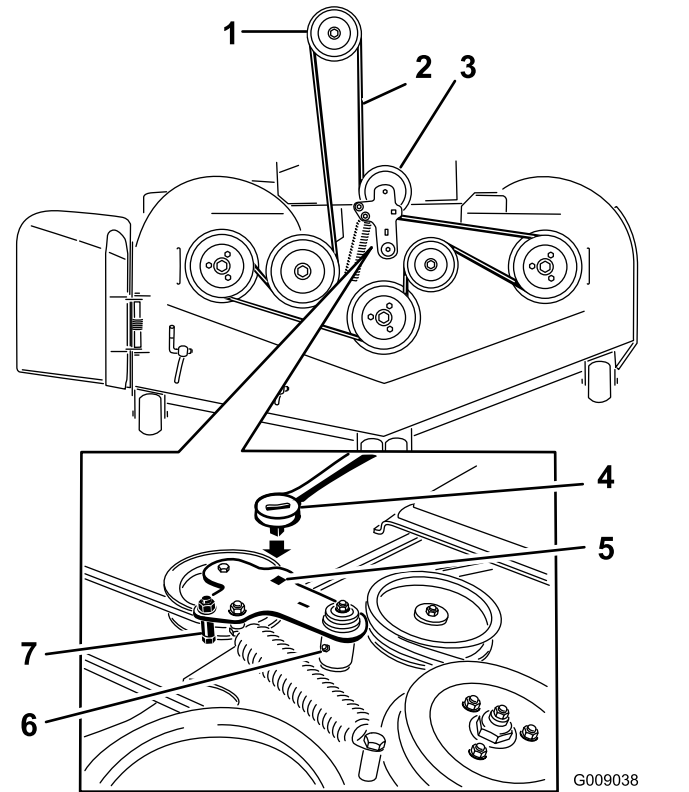

Figura 87
7. Utilice una llave de carraca en el taladro cuadrado del brazo tensor para aliviar la tensión del muelle tensor (Figura 87).
9. Instale la guía de la correa en el brazo tensor tensado con muelle (Figura 87).
11. Pase la correa nueva alrededor de las poleas del cortacésped y de la polea del embrague, debajo del motor (Figura 87).
12. Instale la guía de la correa en el brazo tensor (Figura 87).
13. Utilizando la llave de carraca en el taladro cuadrado, instale el muelle tensor (Figura 87).